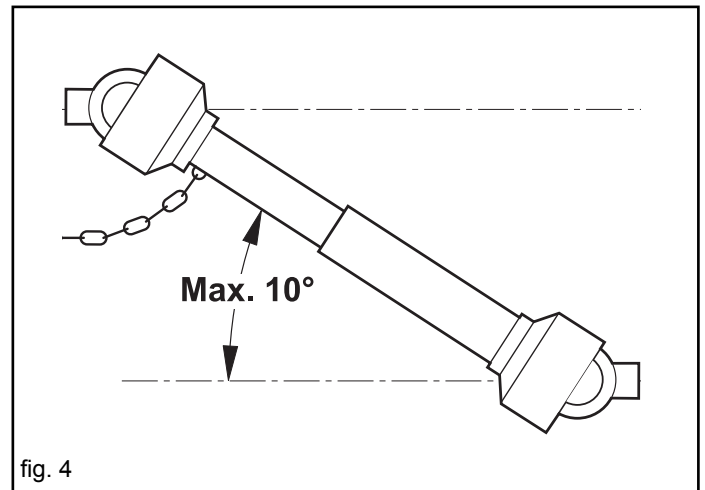

fig. 4
- 12) Desactivar, siempre, la toma de fuerza cuando el árbol cardán realiza un ángulo demasiado abierto (nunca por encima de los 10 grados - Fig. 4) y cuando no se utiliza.